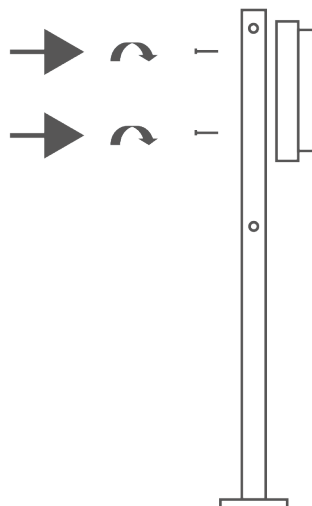

Рисунок 7.2.1. Установка кронштейна с замком на замковую стойку
2. С помощью винта М6х60 прикрутите кронштейн с замком к стойке (рис.7.2.1).